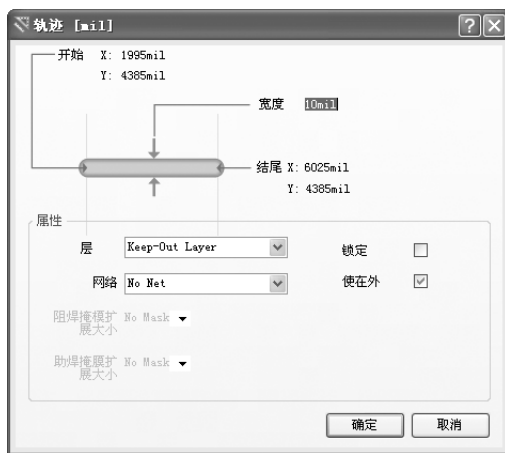

图 7-23 设置边框线
5) 设置边框线属性。双击任一边框线即可弹出该边框线的设置对话框，如图 7-23 所示。为了确保 PCB 图中边框线为封闭状态，可以在该对话框中对线的起始和结束点进行设置，使一段边框线的终点为下一段边框线的起点。其主要选项的含义如下：